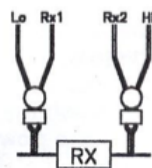

Fig. 3
4) Conecte los 2 clips de la siguiente forma como lo muestra la fig. 3 para medir la resistencia desconocida.